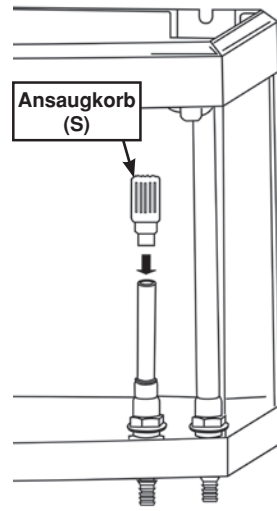

Abb. 5
4. Schieben Sie das Einlassrohr (S) auf das Verbindungsrohr (A) (Abb. 5).